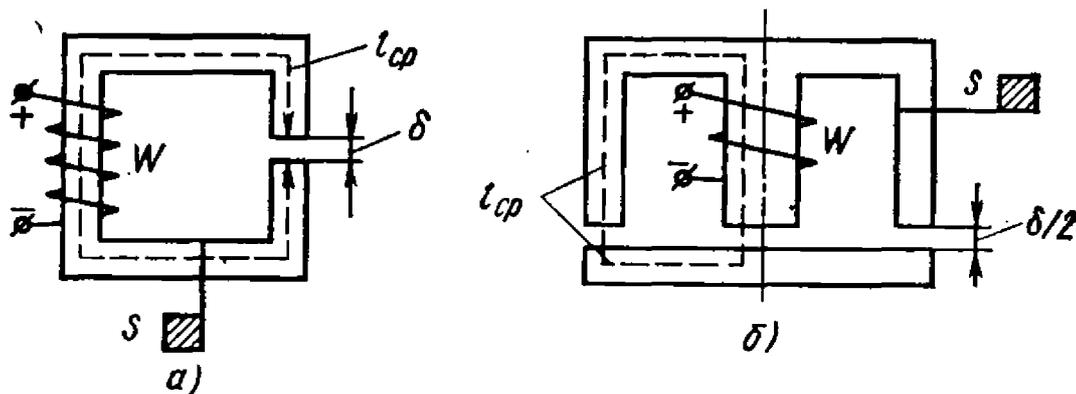

Рис. 9.17
9.17*. Определить величину магнитного потока в воздушном зазоре катушки с незамкнутым магнитопроводом (рис. 9.17), если заданы средняя длина и сечение магнитопровода $l_{ср}$ и S , длина воздушного зазора δ , ток в обмотке I , число витков обмотки w и